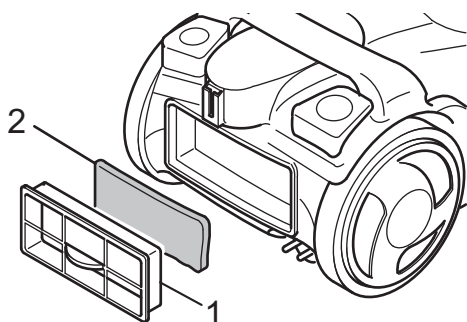

Abb. 25
3. Ziehen Sie den Filterhalter (Abb. 25/1) nach hinten heraus und entnehmen Sie den Filter (Abb. 25/2).